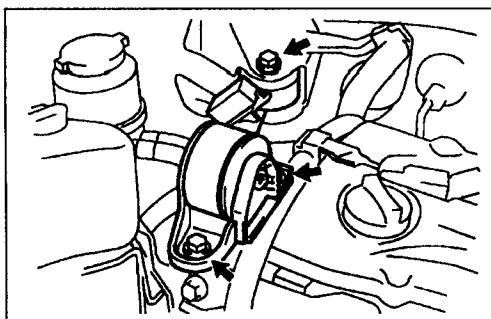

图 1-5
- 4)如图 1-5 所示,拆下 3 个螺栓,连支架拆下发动机移动控制杆。
- 11)连支架装上发动机移动控制杆和 3 个螺栓(图 1-5),扭矩:64N·m。